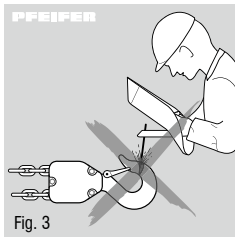

Fig. 3
- Tout travail de soudure au niveau du crochet et de la chaîne de charge est interdit. La chaîne de charge ne peut pas être utilisée comme fil de terre pour des travaux de soudure (Fig. 3).